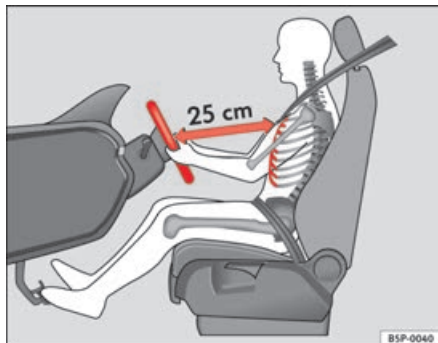

Fig. 1 La distanza corretta tra il conducente e il volante
- Regolare la posizione del volante in modo tale che la distanza tra il volante stesso e il torace sia di almeno 25 cm ⇒ **fig. 1**.
- Posizionare il sedile di guida in modo tale che tra lo sterzo del conducente e il centro del volante ci sia una distanza di almeno 25 cm ⇒ **pag. 10, fig. 1**. Se si sta seduti a meno di 25 centimetri di distanza non si può essere protetti con adeguata efficacia dal sistema airbag.